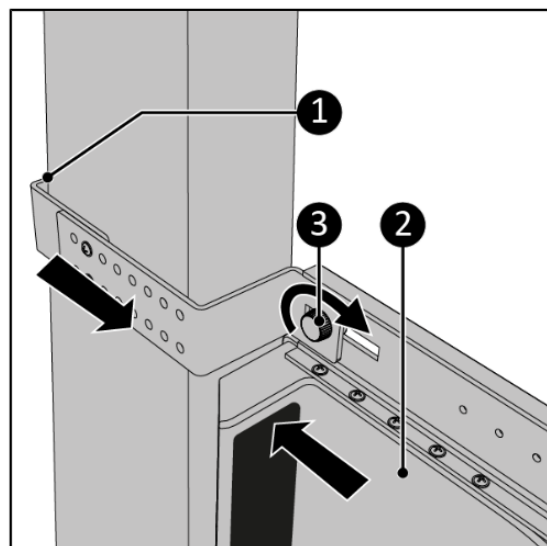

Figura 11.
9. Apăsați cu grijă dispozitivul de ieșire al setului de ferestre pe rama ferestrei (Figura 11, articolul 2).
10. Trageți suportul spre dvs. cât mai mult posibil (Figura 11, poz. 1) astfel încât să fie atașat corect.
11. Fixați șurubul (Figura 11, articolul 3).